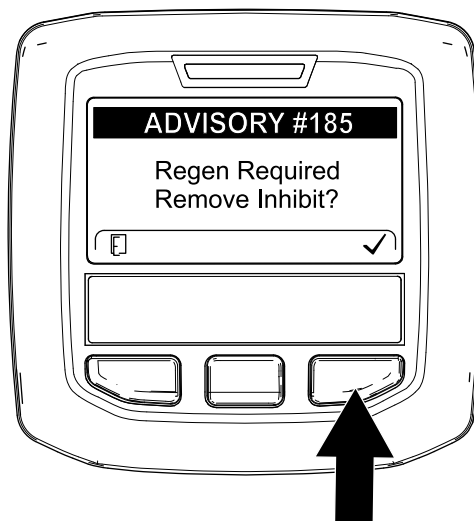

Bild 72
**Hinweis:** Wenn INHIBIT REGEN. auf ON eingestellt ist, wird im InfoCenter ADVISORY #185 angezeigt (Bild 72). Drücken Sie die Taste 3, um die Einstellung für das Verhindern der Regenerierung auf OFF einzustellen und die Zurücksetzen-Regenerierung fortzusetzen.